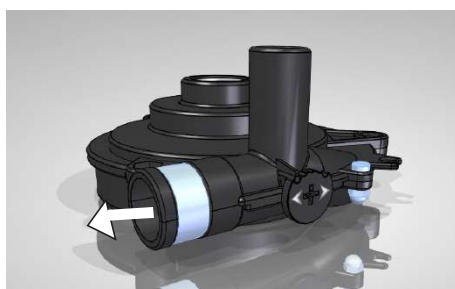

Fig 7.6.1 Bomba configurada en la posición de **circulación INTERNA.**
- Circulación **INTERNA**: El agua sale de la bomba por el tubo horizontal (Ver fig 7.6.1). Con esta configuración se consigue una buena homogeneización de la temperatura en el líquido de la cubeta.